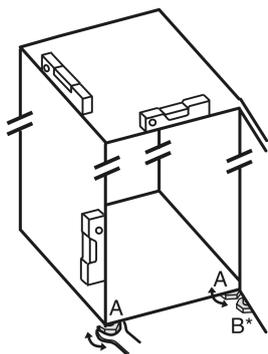

Fig. 5
- ▶ 用随附的开口扳手将垫脚 Fig. 5 (A) 借助水平仪旋出，直至稳固、平坦对齐冰箱。
- ▶ 使用随附的开口扳手旋出托架上的垫脚 Fig. 5 (B)，直至垫脚平置于地板。
- ▶ 将垫脚 Fig. 5 (B) 继续旋转 90°。